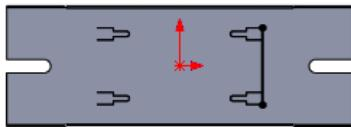
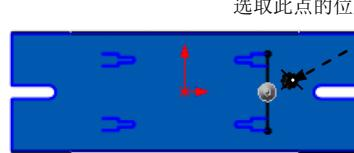
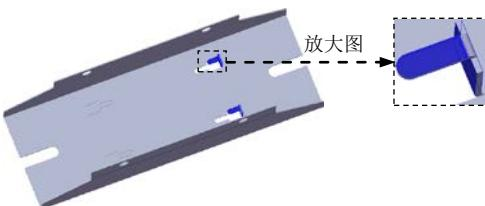

图 11.2.39 绘制的折弯线
图 11.2.40 固定侧的位置
图 11.2.41 绘制的折弯 6
② 定义折弯线草图。在草图环境中绘制图 11.2.39 所示的折弯线。
③ 选择下拉菜单 **插入(I)** → **退出草图** 命令，退出草图环境，此时系统弹出“绘制的折弯”对话框。
(3) 定义折弯固定侧。在图 11.2.40 所示的位置处单击，确定折弯固定侧。
(4) 定义钣金参数属性。在 **折弯参数(P)** 区域的 **文本框** 中输入折弯角度值 90.0，在 **折弯位置:** 区域中单击“折弯在外”按钮 。
(5) 单击 按钮，完成绘制的折弯 5 的创建。
Step16. 创建图 11.2.41 所示的钣金特征——绘制的折弯 6。
(1) 选择命令。选择下拉菜单 **插入(I)** → **钣金(B)** → **绘制的折弯(S)...** 命令 (或单击“钣金”工具栏上的“绘制的折弯”按钮)。